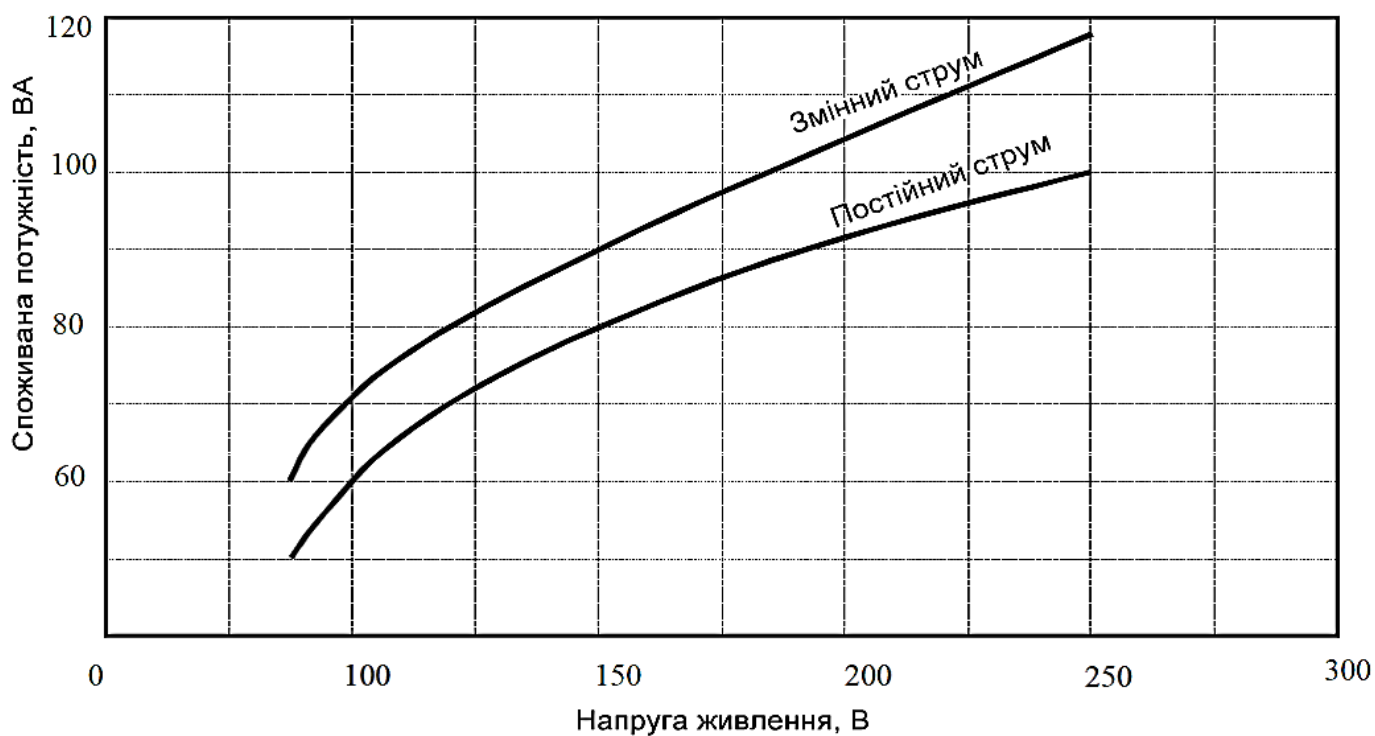

Рисунок 2 - Залежність максимальної споживаної Блоком ВР-220-01 потужності (у режимі встановлення вихідної напруги) від напруги живлення
1.2.4 Потужність, що споживається Блоком по ланцюгу живлення (рис.2): а) у режимі встановлення вихідної напруги, ВА, не більше б) в режимі, що встановився, ВА, не більше	120 35